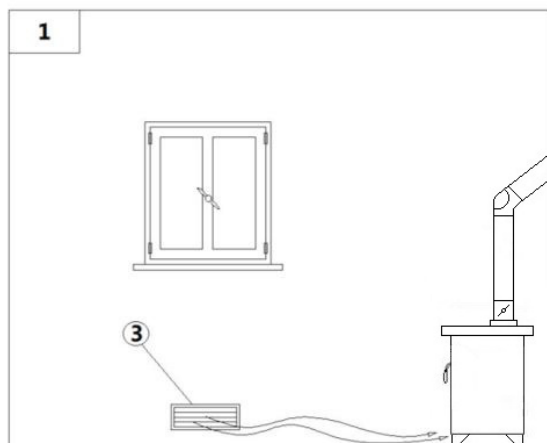
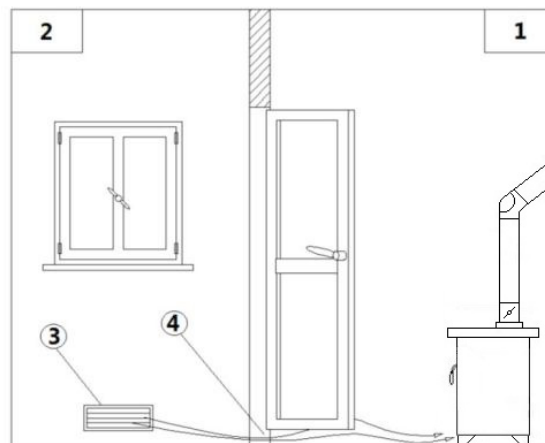

Fig. 6 - Directement depuis l'extérieur
Fig. 7 - Indirectement depuis la pièce adjacente
### LÉGENDE Fig. 6 à page 27-Fig. 7 à page 27
- L'afflux d'air entre l'extérieur et la pièce peut se produire directement, à travers une ouverture dans les murs extérieurs de la pièce (solution conseillée voir **Fig. 6 à page 27** ou indirectement, par aspiration de l'air par des pièces proches de celle à ventiler (voir **Fig. 7 à page 27**).